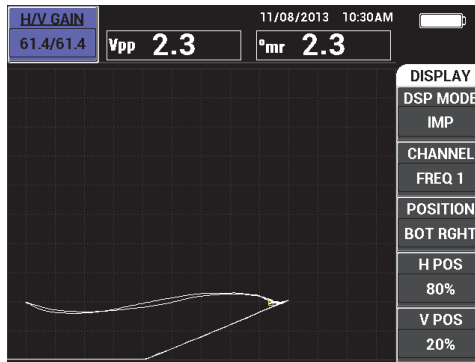

Abbildung 4-3 Sonden-Liftoff (zunächst nicht horizontal)
- Der Liftoff ist nicht horizontal (siehe Abbildung 4-3 auf Seite 83).